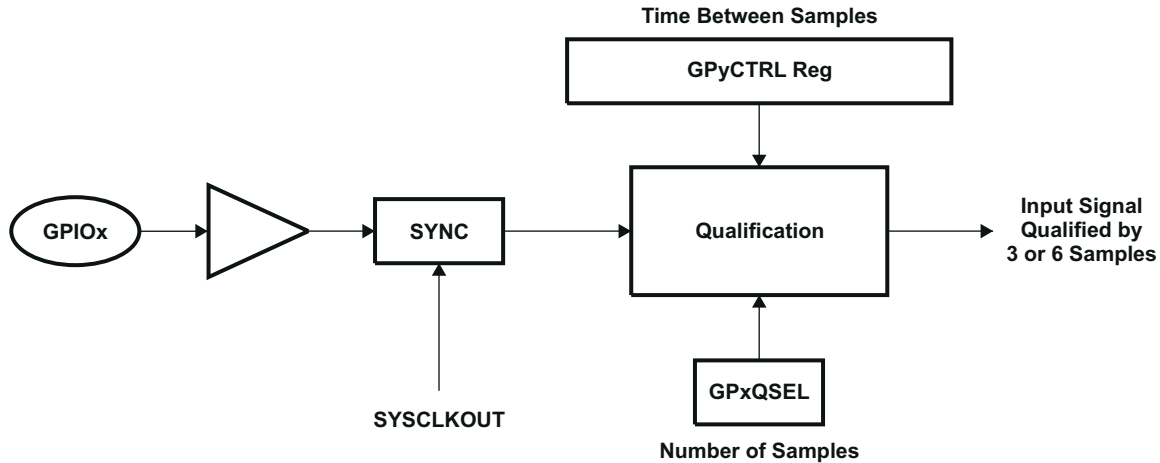

図 8-19. サンプリング・ウィンドウを使用したフィルタリング
- サンプリング期間を GPxCTRL レジスタの QUALPRD ビットで指定します。8 つの信号グループに対してまとめて設定できます。入力信号をサンプリングする期間として、SYSCLKOUT のサイクル数を指定します。サンプリング・ウィンドウは、3 サンプルまたは 6 サンプルのどちらかです。図 8-19 (6 サンプル・モードの場合) に示すように、すべてのサンプルが同じ (すべて 0 またはすべて 1) である場合のみ出力が変更されます。